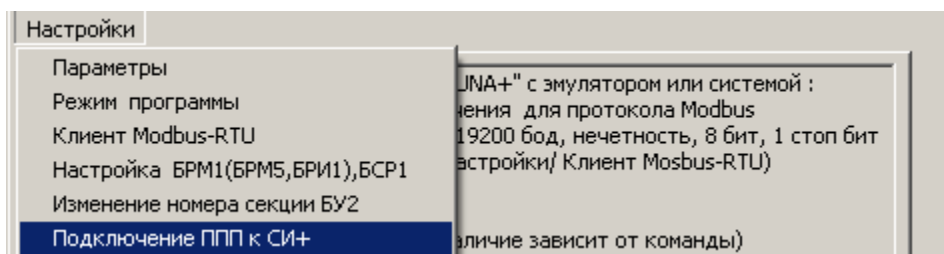

Рисунок 7.29
7.4.2 В меню «Настройки» выбрать опцию «Подключение ППП к СИ+» (рисунок 7.29). В результате активируется форма «Подключение ППП к системе СТРУНА+», представленная на рисунке 7.30.